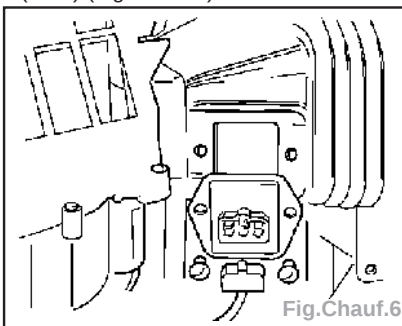

Fig. Chauf.6
- Déposer la résistance série du boîtier dans le conduit du boîtier de chauffage (2 vis) (Fig. Chauf.6).